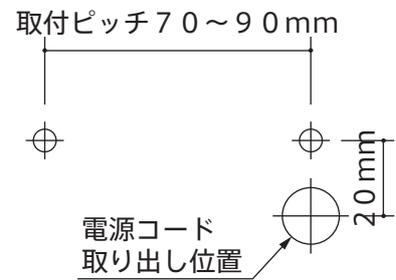

図8
7. 電源側の端子クリップを上から押して、建築側の電源コードを差し込み接続します。(図8)